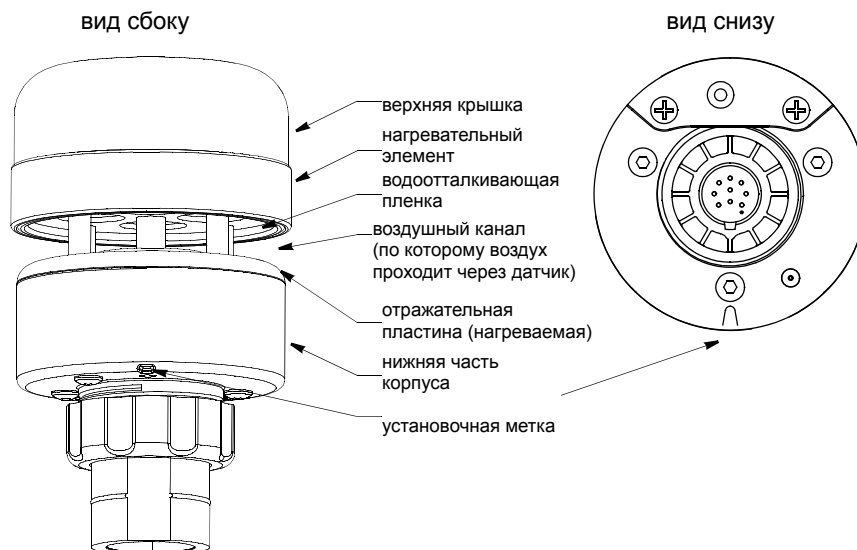

Рисунок 3. Метеостанция WeatherStation (изображена 120/220WXH)
**ВНИМАНИЕ:** отражательная пластина и водоотталкивающая пленка, расположенные в воздушном канале метеостанции WeatherStation, являются важнейшими компонентами ее конструкции (см. рисунок 3). Следует соблюдать осторожность, чтобы не поцарапать пластину, не проколоть пленку и не повредить их каким-либо другим образом.